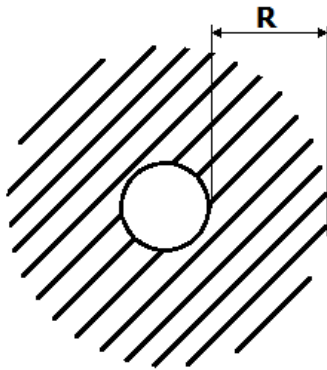

Bild 5: Lüftungsöffnung
- Verbotzone: an einer Wand oder auf dem Dach dürfen sich innerhalb von 30 cm zu einer Lüftungsöffnung für den Wohnbereich keine Abgasmündungen befinden (vergleiche Bild 5)